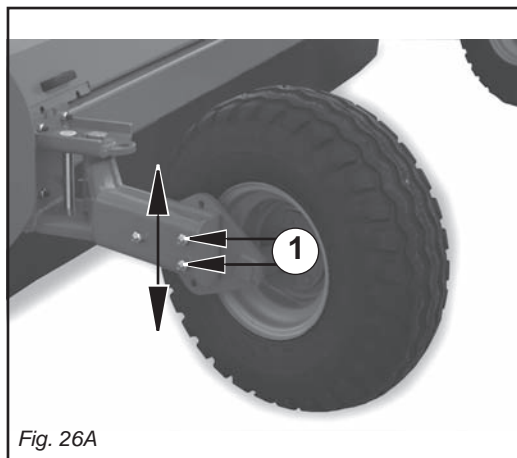

Fig. 26A
- Regolare l'altezza di lavoro operando sulle ruote, svitando i bulloni di tenuta, alzare la ruota all'altezza voluta, quindi reinserire i bulloni nei fori prescelti (1 Fig. 26A).
Raise the wheel to the desired height then replace the bolts in the proper holes (1 Fig. 26A).
- Régler la hauteur de travail en agissant sur les roues, dévisser les boulons, lever la roue à la hauteur voulue et remettre les boulons dans les trous correspondant (1 Fig. 26A).
Pour le montage correct des roues arrière se référer à la figure 26A-B.
- *Durch die Räder kann nun die Arbeitshöhe beliebig eingestellt werden. Dazu ist der Stützbolzen aufzuschrauben, das Rad auf die gewünschte Höhe zu bringen, und die Bolzen in die derart gewählte Öffnungen wieder einzufügen und festzuschrauben (1 Abb. 26A).*
Für die korrekte Montage der Hinterräder siehe Abbildung 26A-B.
- Regule la altura de trabajo mediante las ruedas, desenrosque el perno de retención, levante la rueda a la altura deseada e introduzca los pernos en los agujeros elegidos (1 Fig. 26A).